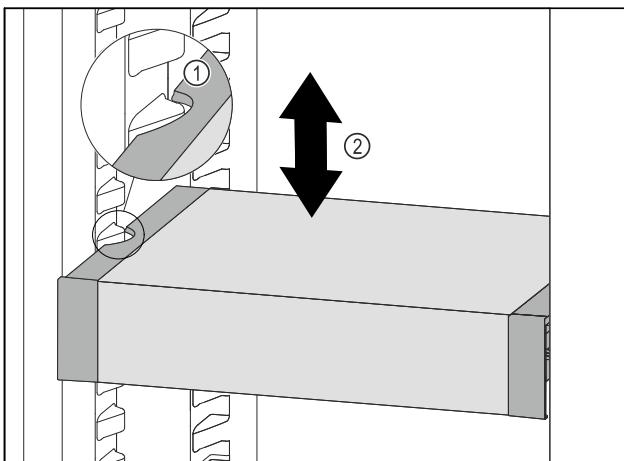

Fig. 137
- Потягнути VarioSafe вперед, поки бокові заглиблення VarioSafe не опиняться на рівні ребра для резервуара в охолоджувальному відділенні. Fig. 137 (1)
- Пересуваите VarioSafe вгору або вниз в охолоджувальному відділенні до тих пір, поки не досянете бажаної висоти. Fig. 137 (2)